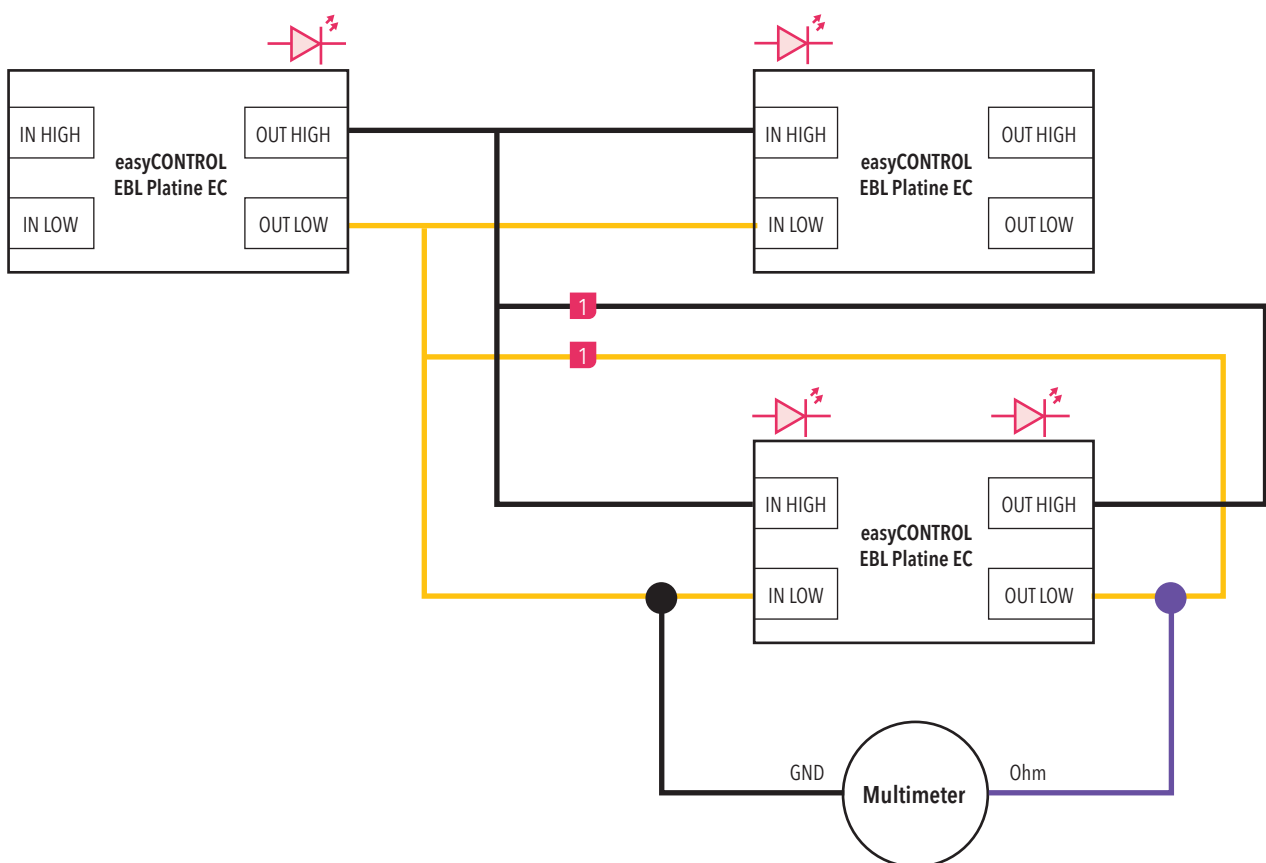

Abbildung 90. Messaufbau zur Fehlerbehebung des Ringschlusses über 1 Leuchte
Siehe Abbildung 90
2. Die Messleitungen mit den IN- und OUT Anschlüssen einer Leuchte (wie in der Abbildung 90 dargestellt) verbinden und den Widerstandswert messen.